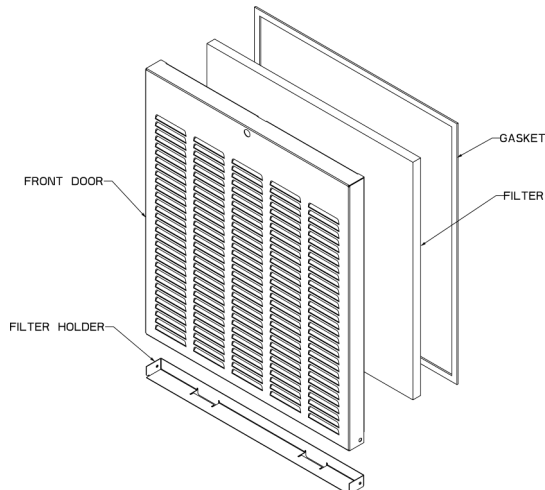

FIGURE 2 : PORTE AVANT MHCDLS23 / MHCDLS30 / MHCDLS40 / MHCDLO23 / MHCDLO30
3. Placer le panneau supérieur dans le sol à l'envers, placer le panneau latéral gauche contre le panneau supérieur et installer les trois (3) vis.
4. Placer le panneau latéral droit contre le panneau supérieur et installer les trois (3) vis.
5. Retourner l'ensemble armoire de serpentin, placer le panneau arrière contre lui et installer les sept (7) vis.
10. Préparer l'ensemble porte de l'enceinte du serpentin. Voir Figure 2.
12. Préparer l'ensemble porte de l'enceinte du serpentín. Voir Figure 2.